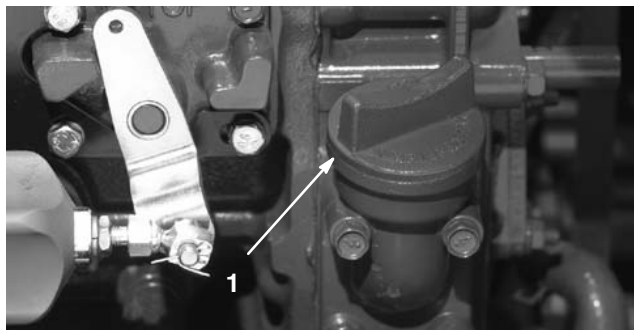

Bild 2
4. Entfernen Sie, wenn der Ölstand die „Voll“-Marke nicht erreicht, den Fülldeckel (Bild 2) und gießen genug Öl ein, um den Ölstand bis zur „Voll“-Marke anzuheben. **Füllen Sie nicht zu viel ein.**